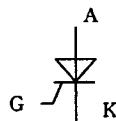

图 1-1 晶闸管符号
(1) 晶闸管可用图 1-1 的符号表示, 阳极——A, 阴极——K, 门极(控制极)——G。